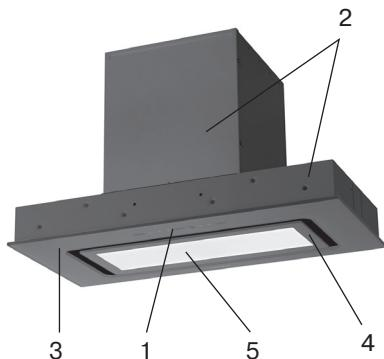

Рис. 1
Наружная часть вытяжки состоит из следующих составных частей (см. рис. 1):
С этой целью следует разместить корпус вытяжки (№ 2, рис. 1) таким образом, чтобы тыльная сторона корпуса, которая должна прижиматься к стене, оказалась на столе или на полу, а переключатель режимов работы вытяжки, находящийся на лицевой панели, был бы обращен в сторону проверяющего. Далее вытяжка подключается к электросети и производится ее проверка. Если вытяжка на всех режимах работает исправно, следует приступить к монтажу вытяжки. Если нет, следует обратиться в организацию, в которой Вы приобрели вытяжку или в гарантийную мастерскую.
- видимой частью кухонной вытяжки является декоративная панель (см. рис. 1, позиция 3), а основной корпус вытяжки спрятан в подвесном шкафу;